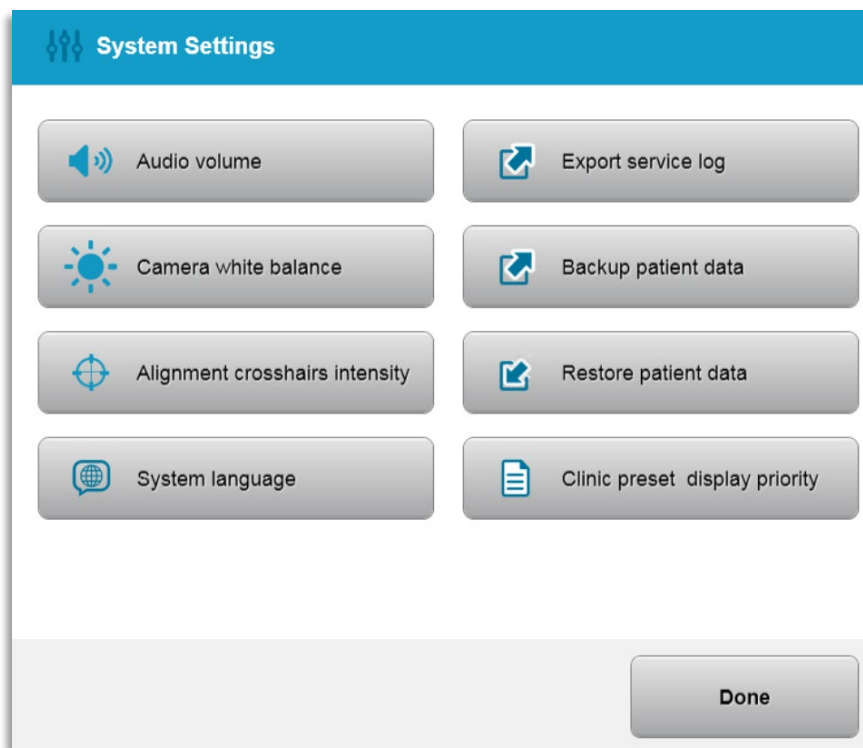

Figura 3-52. Menú Configuración del sistema (System Settings)
- o Seleccione "Configuración del sistema" (System Settings) en el menú Opciones (Options) para acceder a la configuración del sistema que se muestra en la figura 3-52.